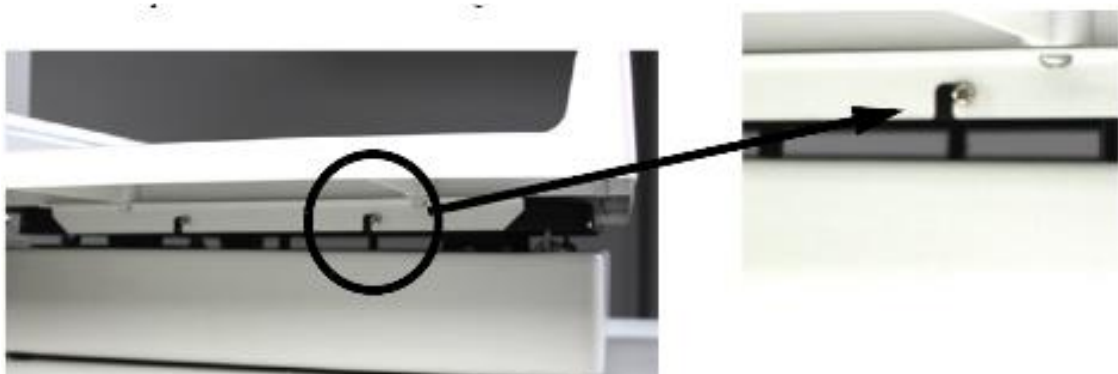

Figura 3-1. Ubicación del orificio para el tornillo la bandeja de pesaje
2. Alinee los orificios de los tornillos como se muestra en la Figura 3-1.